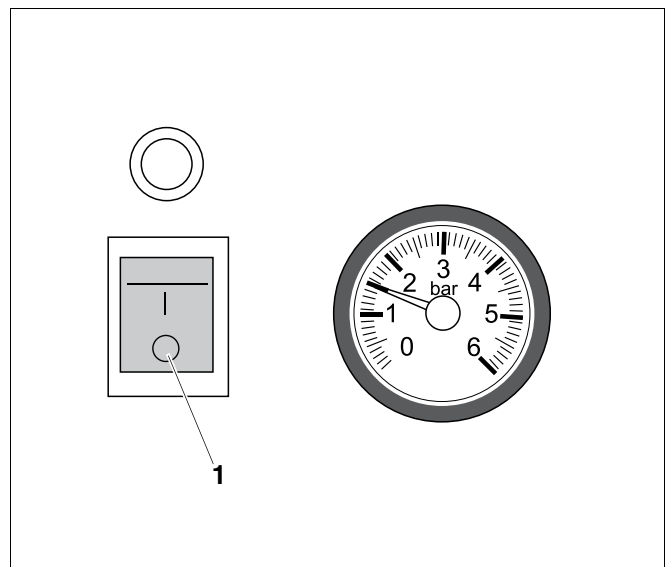

Fig. 3 Interruptor de funcionamiento
Ponga en funcionamiento la caldera a través del interruptor de funcionamiento de la misma (fig. 3, **pos. 1**). Al poner en marcha la caldera, el quemador entra en funcionamiento de forma automática.
- Posicione el interruptor de funcionamiento (fig. 3, **pos. 1**) en "I" (ON).
- Coloque el interruptor de funcionamiento (fig. 3, pos. 1, Página 12) en la posición "0" (OFF).